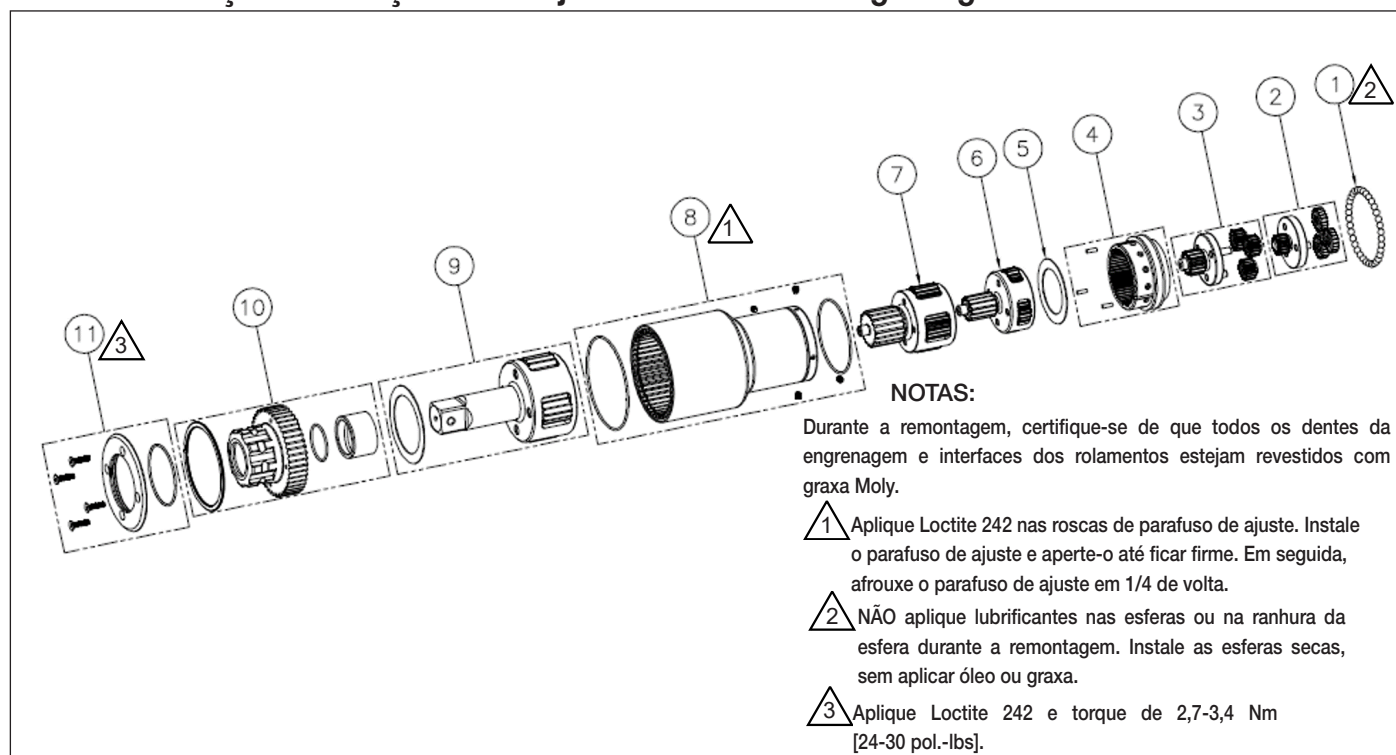

Figura 12: Conjunto da Caixa de Engrenagens da TW3000SR
9.7.1 Tabela de Peças (Figura 12)
9.8.1 Tabela de Peças (Figura 12)